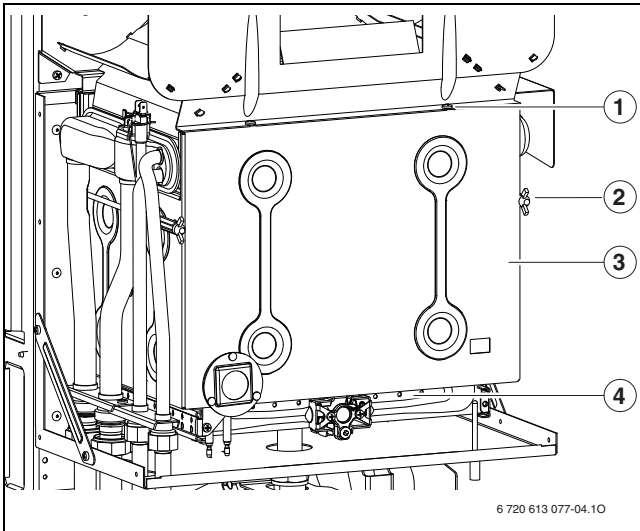

Рис. 30 Відкритий пальник
- ▶ Зняти передню стінку камери згоряння та пальник (→ рис. 30).